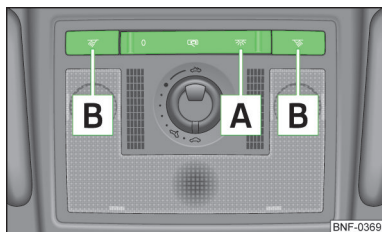

Fig. 28
► Apăsați comutatorul **A** » fig. 28 în poziția ☞.
► Apăsați comutatorul **A** » fig. 28 în poziția 0.
► Apăsați comutatorul **A** » fig. 28 în poziția centrală (orizontală) ☞.
► Apăsați comutatoarele **B** » fig. 28, pentru a aprinde, respectiv stinge lămpile de lectură.